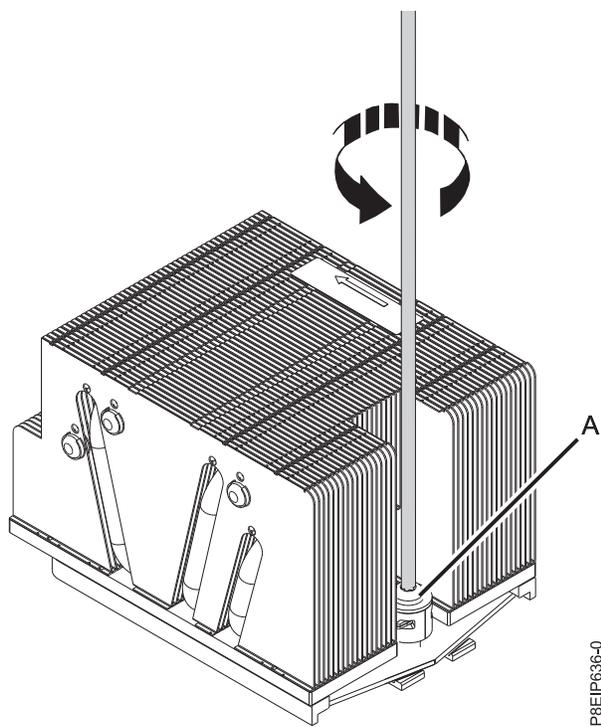

Figura 77. Aflojar el tornillo del brazo de carga del disipador térmico
4. Afloje el tornillo del brazo de carga (A) del disipador térmico del procesador del sistema que está extrayendo utilizando un destornillador Phillips #3, como se muestra en la Figura 77 en la página 67.